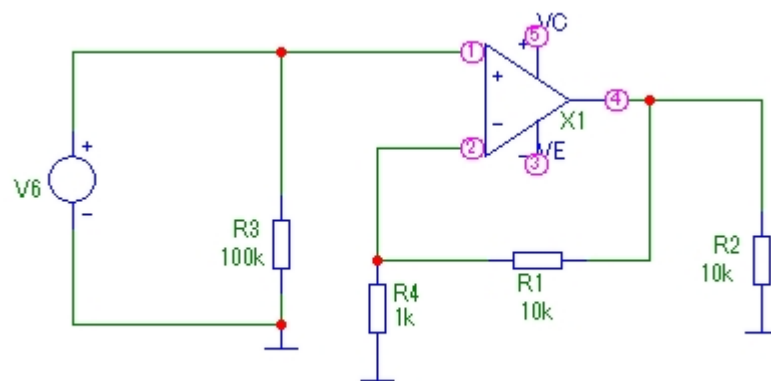

Рис.4
- рис.4;
- рис.4;**
9. При исследовании схемы, изображенной на рис.4, возможны следующие результаты моделирования: